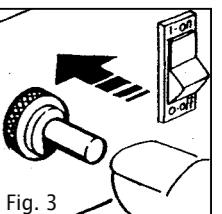

Fig. 3
- Premere il pulsante della valvola gas e contemporaneamente premere più volte il pulsante del piezoelettrico finché il bruciatore si accende. (Fig. 3/4)